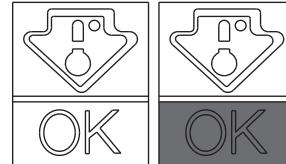

Fig. 5
Vérifier ce point sur le voyant de la température, le mot OK apparaît clairement (Fig. 5). Si ce mot n'apparaît pas, cela signifie que la température est trop élevée :
- Pour conserver la saveur, la qualité et la fraîcheur des aliments, il est conseillé de stocker vos aliments dans le compartiment du réfrigérateur comme indiqué sur la Fig. 5 ci-dessous, en s'assurant de les envelopper dans des feuilles d'aluminium ou du film plastique ou dans des récipients correctement fermés, afin d'éviter toute contamination croisée.